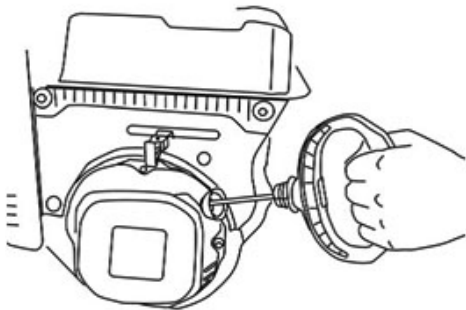

Рис.35
- Откройте топливный кран, переместив рычаг топливного крана в рабочее положение (ON).
6. Потяните за рукоятку ручного стартера (Рис.35) до тех пор пока не почувствуете сопротивление, затем произведите резкий рывок за рукоятку.